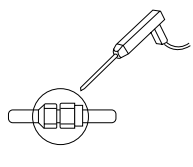

Рис. 4-3
- 4.4 Проверьте утечку хладагента в соединительных деталях с помощью обнаружителя газовой утечки или мыльных пузырей как показано на Рис. 4-3.